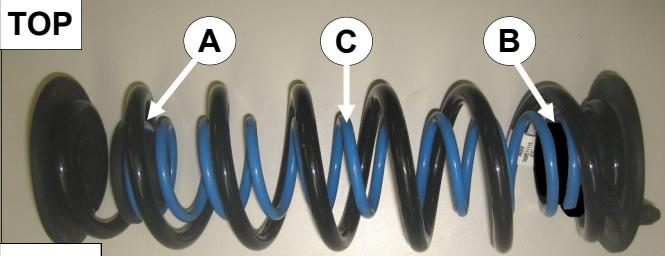

**Fig. 2a**
- Ondersteun de draagarm en verwijder de bouten van de schokdemper, de stabilisatorstang en de draagarm aan de wielzijde. **Let op! De draagarm staat onder veerspanning.** Zie fig. 2a & 2b.